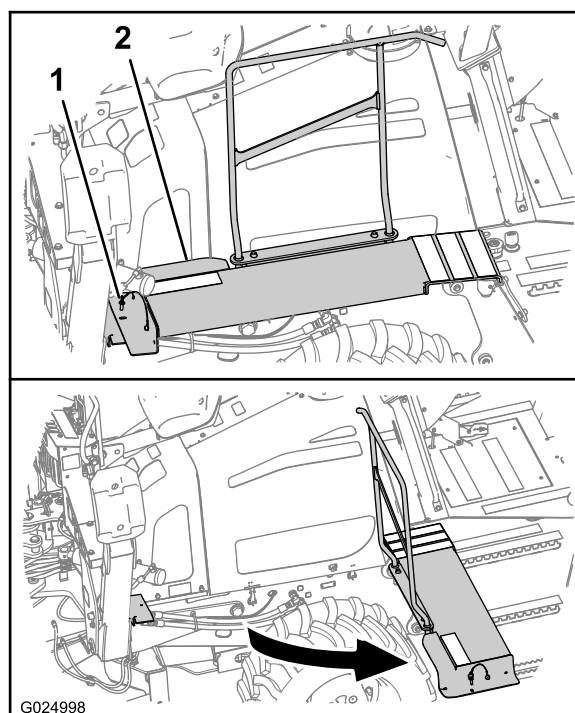

Figura 64
- A. En el lado izquierdo de la máquina, retire el pasador de sujeción del extremo delantero de la plataforma (Figura 64).
- B. Separe la plataforma de la máquina, tal como se muestra en la Figura 64.
- Gire el extremo delantero de la plataforma hasta su posición original (Figura 64).
- Alinee el taladro de la plataforma con el taladro del soporte de sujeción de la plataforma (Figura 64).